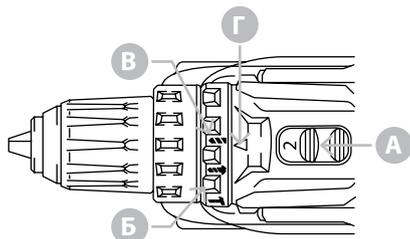

Рисунок 2.3.5. Работа в режиме сверления
❶ Переведите переключатель скорости «А» (рисунок 2.3.5.) на отметку 2.
❷ Отрегулируйте кольцо выбора режима «В» (рисунок 2.3.5.) на отметку «сверление».
1 Переведите переключатель скорости «А» (рисунок 2.3.5.) на отметку 2.
2 Установите переключатель «В» (рисунок 2.3.5.) на символ «ударное сверление».